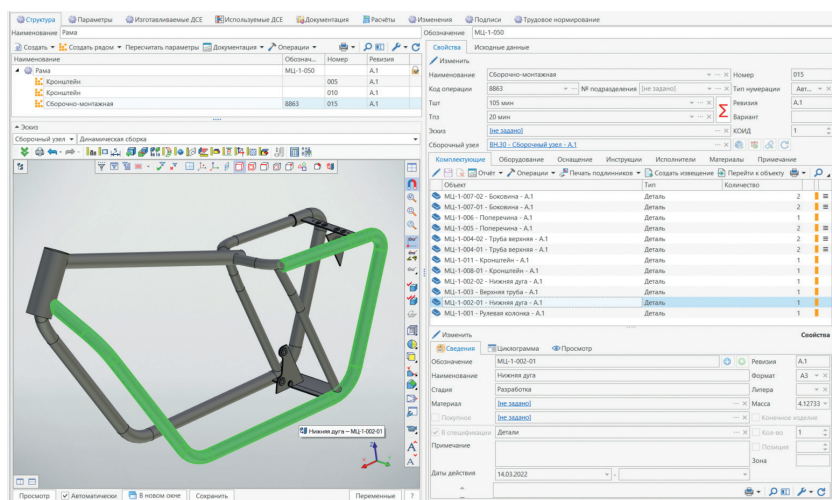

Рис. 7. Проектирование сборочных операций
- в 17-й версии T-FLEX Технологии доступны новые механизмы проектирования сборочных операций. Обновленные механизмы и сервисы позволяют гибко управлять комплектацией сборочных операций непосредственно из интерфейса технологического процесса, опираясь на любой тип структуры изделия (конструкторской, производственно-технологической, функциональной, эксплуатационной, ремонтной и др.). Система автоматически отслеживает использование компонентов в технологическом процессе (рис. 7);